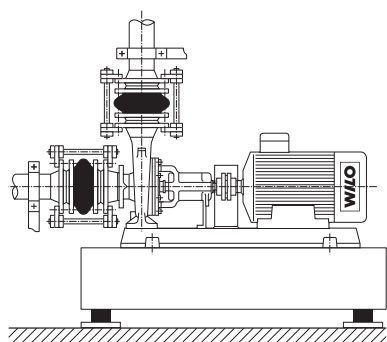

fig.10: Collegamento della pompa senza tensioni meccaniche
- Le tubazioni non devono trasmettere nessuna forza sulla pompa. Esse devono essere fissate immediatamente prima della pompa e collegate a quest'ultima senza tensioni meccaniche (vedi fig. 10).
- Le dilatazioni delle tubazioni all'aumentare della temperatura devono essere compensate mediante opportune misure (vedi fig. 10). Le inclusioni d'aria nelle tubazioni devono essere escluse mediante corrispondenti installazioni.